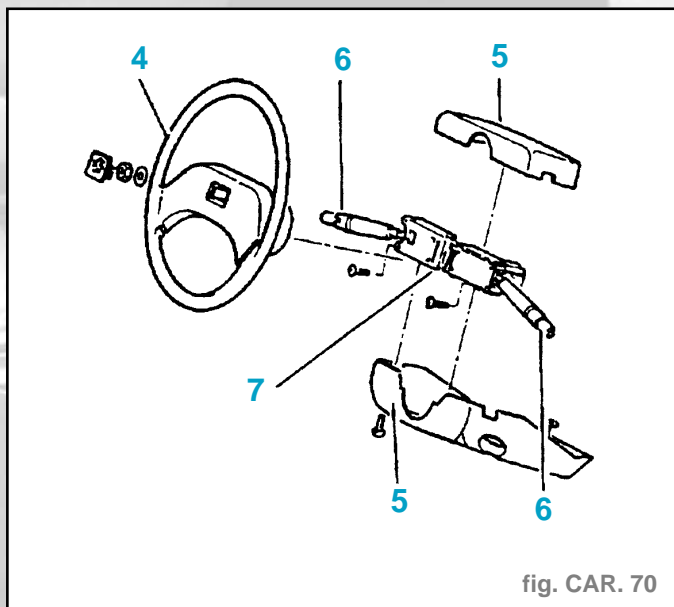

fig. CAR. 70
- Déposer (fig. CAR. 70) :
- le volant de direction (4),
- les gaines de colonne de direction (5).
- Dégrafer les connexions électriques des commandes (6).
- Déposer le support (7).